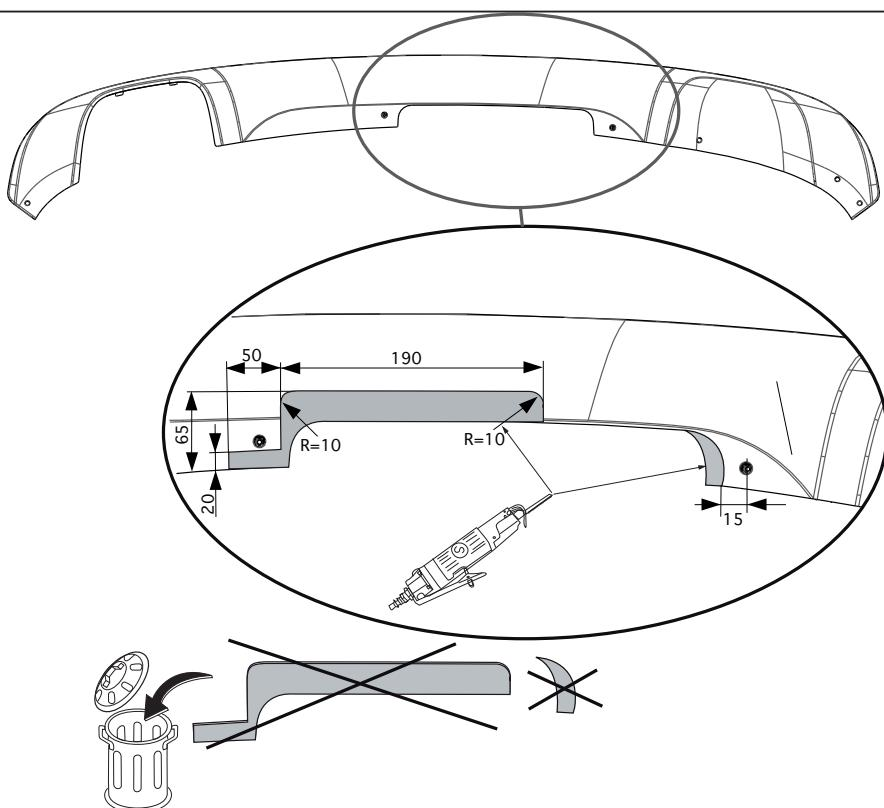

Fig.2
- Saw a portion out of the cover plate as shown in figure 2.
8. Gemäß Abb. 2 einen Teil aus der Abdeckplatte heraussägen.
8. Serrer une partie de la plaque de protection conformément à la figure 2.